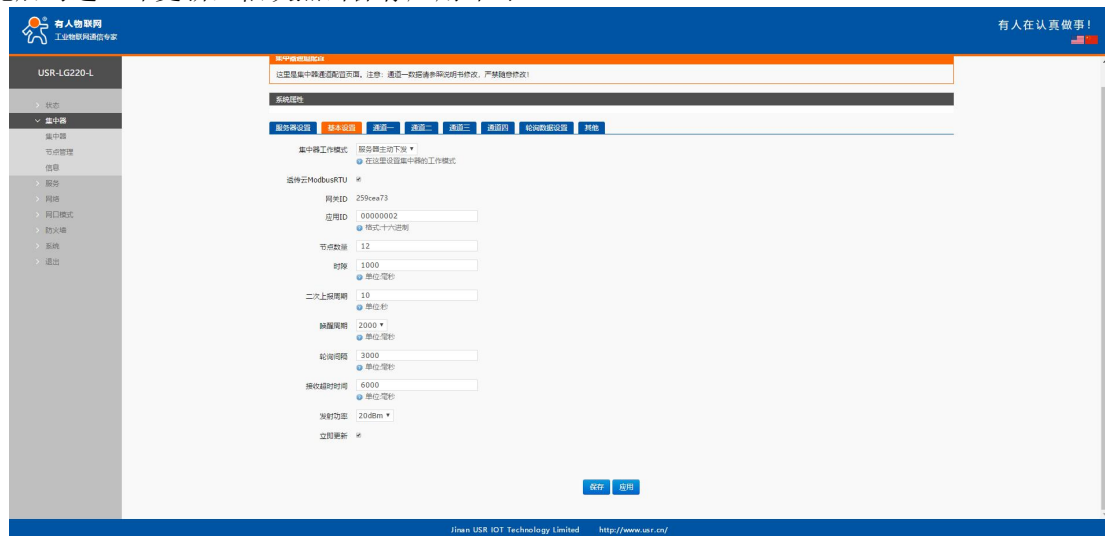

图 13 基本设置页面
5. 在基本设置子项中参照图 13 进行设置，其中集中器工作模式设置为服务器主动下发，勾选有人云 ModbusRTU 选项，应用 ID(AID)用户可自由设置为 8 位十六进制数据（注意要保证与 IO34-LR-C 的 AID 相同），节点数量要大于实际使用时挂载节点的数量，若要在云端设置设置定时采集任务，则轮询间隔时间应与定时时间保持一致；其余参数用户可参照 USR-LG220-L 说明书中说明根据实际需求进行设置，此处示例无需更改这些参数。设置完后勾选立即更新，依次点击保存应用即可。